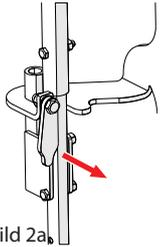

Bild 2a
2. Handkurbel aus Haltegabel entnehmen (Bild 2a/2b).